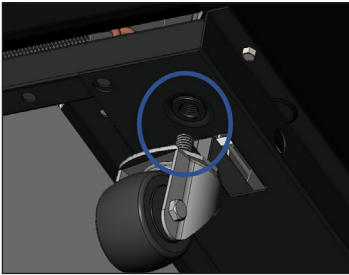

Fig. 6. Afloje el perno de la rueda.
1. Afloje los pernos de las ruedas lo suficiente para deslizar las calzas suministradas de las ruedas entre el cojinete de las ruedas y el riel inferior del gabinete. Véase la fig. 6.